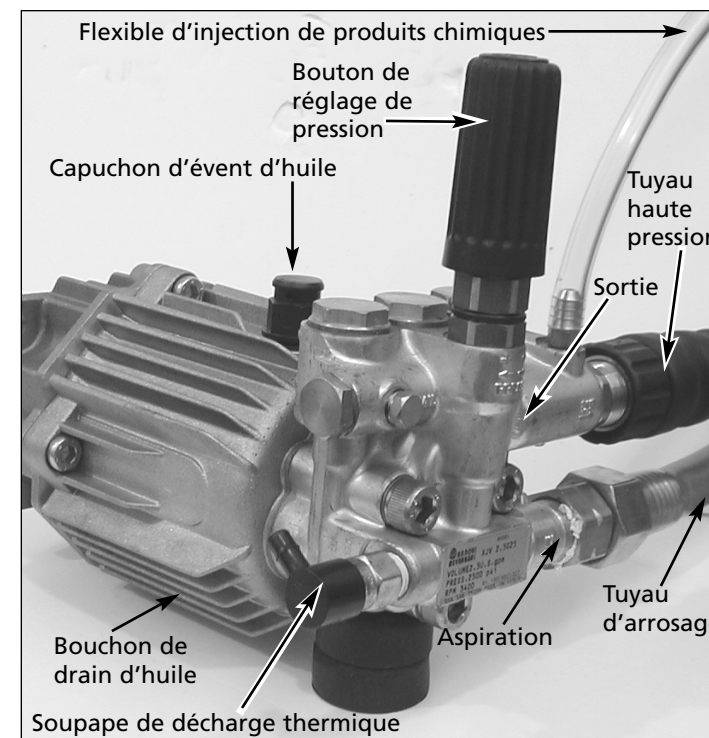

Figure 8 - Raccordement de pompe axiale
10. Installez la buse de raccord rapide, s'il y a lieu (Voir la Figure 8).